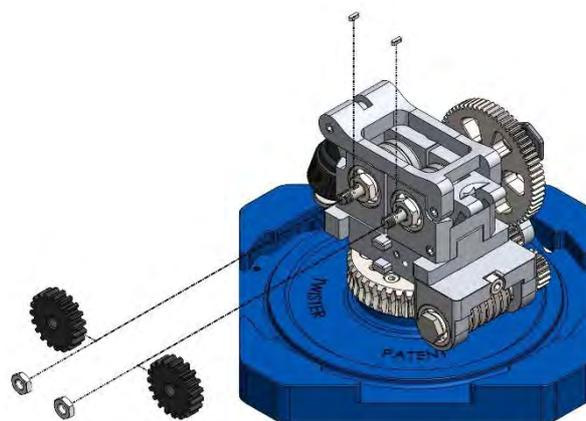

Figura 44
6. Eseguite le fasi precedentemente descritte, ci si troverà nella situazione riportata nella figura sottostante. La figura mostra l'insieme degli elementi smontati con le relative linee di montaggio. Figura 44;